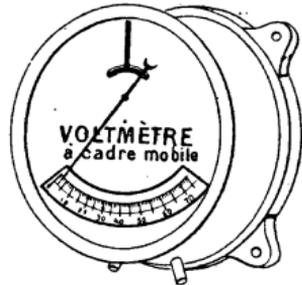

Fig. 732.
**Voltmètre** (fig. 732). — Appareil qui mesure en volts la force électromotrice d'un courant; on dit le voltage est de 110 volts, 225 volts, etc.